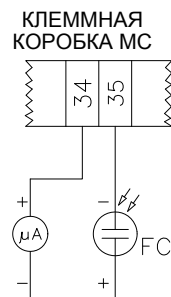
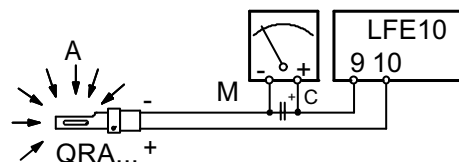
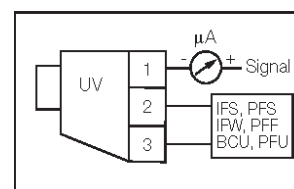

Рис. 34 - Контроль пламени с помощью фотоэлемента QRA.
Рис. 35
Рис. 36
- Проверить и аккуратно почистить фотоэлемент UV улавливания пламени и, если необходимо, заменить его. В случае возникновения сомнения, проверить контрольный контур, после того, как горелка будет вновь запущена, согласно схеме на Рис. 36 - Рис. 35- Рис. 36;
Чтобы проверить ток у контрольного электрода, следуйте схемам на Рис. 34 - Рис. 35 - Рис. 36. Если электрический импульс ниже указанного значения, проверьте положение контрольного электрода или фотоэлемента, электрические соединения и, при необходимости, замените электрод или фотоэлемент.